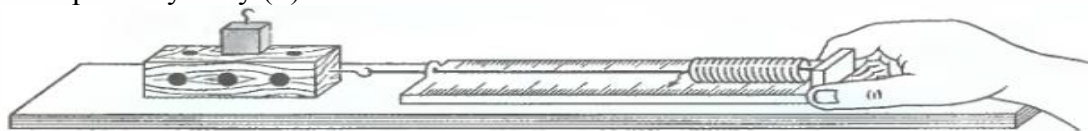

Рис. 106
3. Прикрепив к бруску динамометр (рис. 106), как можно более равномерно тяните его вдоль доски. При равномерном движении сила упругости динамометра, действующая на брусок, будет уравниваться действующей назад силой трения скольжения. Измерьте эту силу (F).